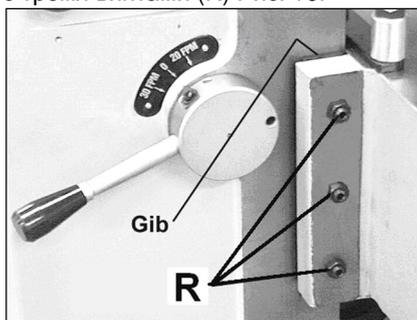

Рис.16
Стол строгального станка поднимается и понижается винтами, располагается на двух колоннах, и скользит по ползунам с четырех сторон станка. Ползуны препятствуют тому, чтобы стол качался, и регулируются планками с тремя винтами (R) Рис. 16.